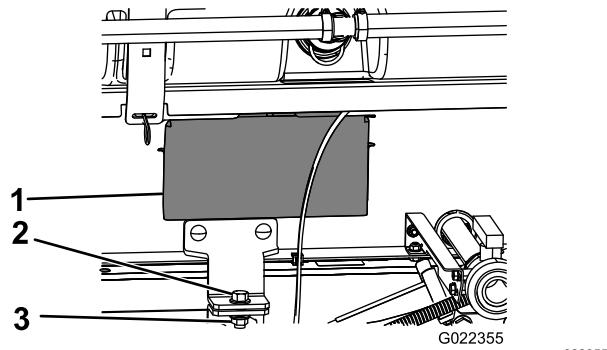

Figura 36
5. Retire os painéis de acesso em ambos os lados da estrutura do patim (Figura 36).
8. Prenda o suporte de fixação do conjunto do patim do depósito à estrutura da plataforma na estrutura de cada lado da máquina com um parafuso (1/2 pol. x 1 1/2 pol.) e uma porca de bloqueio (1/2 pol.) como se mostra na Figura 36.